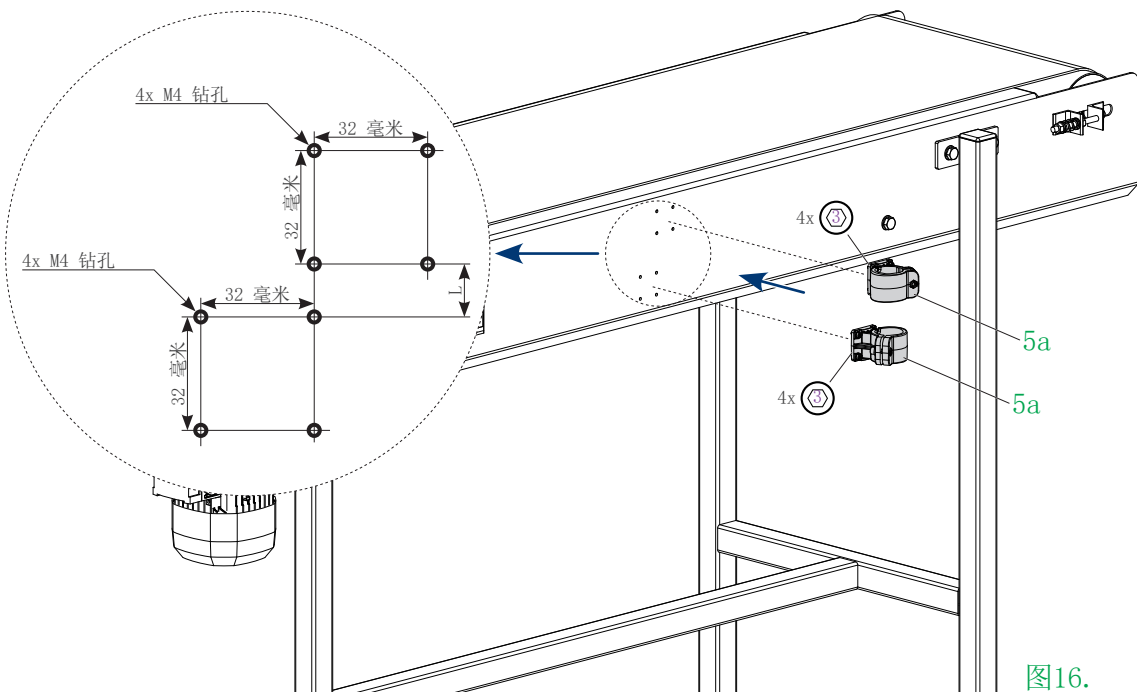

图16.
1. 在传送带架上钻孔（见图16）
根据传送带上的有效空间和喷码机组件在喷码机支撑杆5上的位置确定距离L（见图16）。
2. 把夹具5a安装在传送带上并按图16就位。用3号圆头内六角扳手固定夹具5a内的螺丝。